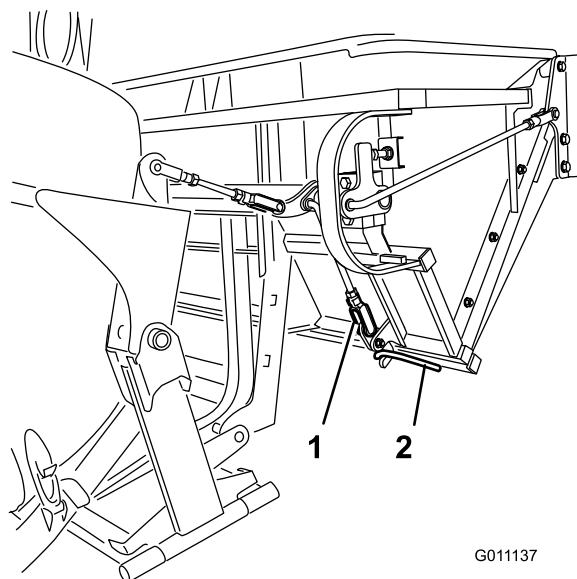

Figure 43
4. Vérifiez que les verrous sont complètement engagés et en contact avec la tige de verrouillage soudée sur la porte (Figure 43).